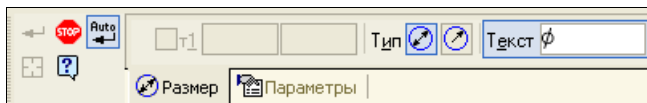

Рис. 11.8. Панель свойств в режиме построения диаметрального размера
- ♦ на панели инструментов **Геометрия** щелкните ЛК мыши по кнопке **Диаметральный размер** . По умолчанию на Панели свойств (рис. 11.8) открыта вкладка **Размер**, на которой в группе переключателей **Тип** имеется две кнопки: